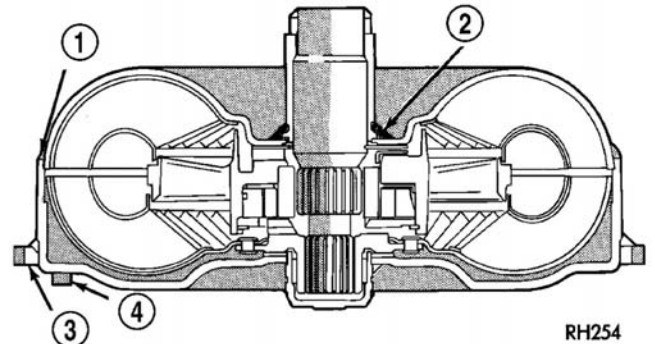

图 4 变矩器泄漏点一典型
- 在变矩器外侧直径焊接处泄漏（图 4）。
- 变矩器壳焊接处（图 4）。